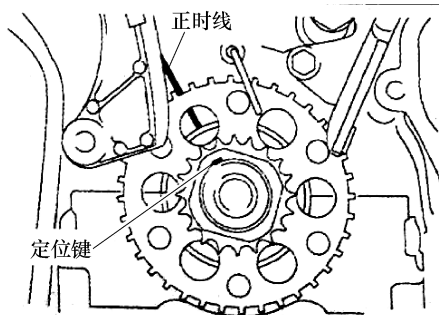

图 1-245 对准气缸体正时线
b. 使用曲轴带轮固定螺栓，转动曲轴使曲轴定位键对准气缸体正时线，见图 1-245。